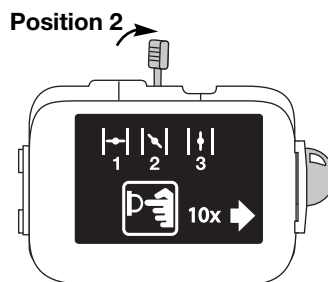

Fig. 9
7. Mettez le levier d'étrangleur en **Position 2** (Fig. 9).